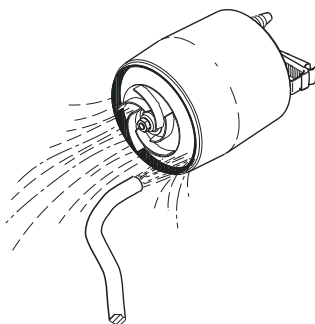

Рис. 13 Як промити крильчатку
6. Очистити крильчатку. Дивіться рис. 13.